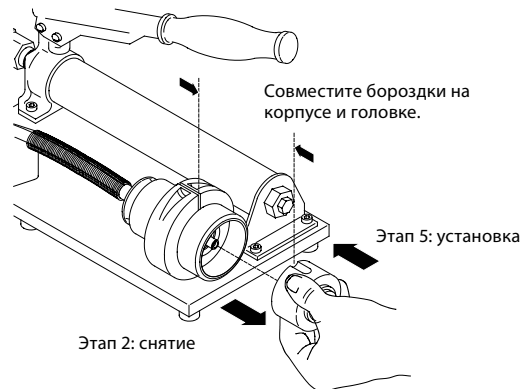

Рис. 2 Снятие / установка головки
2. Извлеките установленную ранее **головку** из **гидравлического корпуса**. См. рис. 2.
5. Установите выбранную **головку** в **гидравлический корпус** и совместите паз на головке с **установочным штифтом** на гидравлическом корпусе. См. рис. 2.